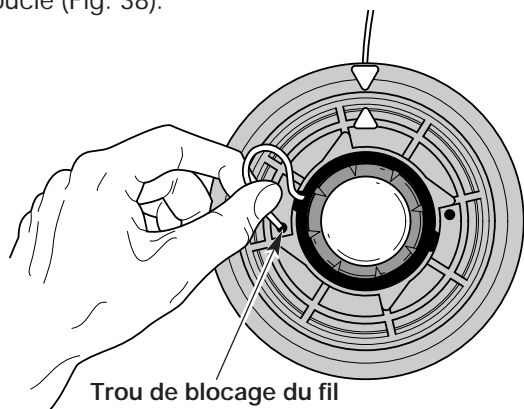

Fig. 38
5. Insérez le fil dans le trou de blocage. N'enfonchez pas le fil de plus de 12,7 mm (1/2 po) dans le trou. S'il est inséré correctement, le fil forme une petite boucle (Fig. 38).